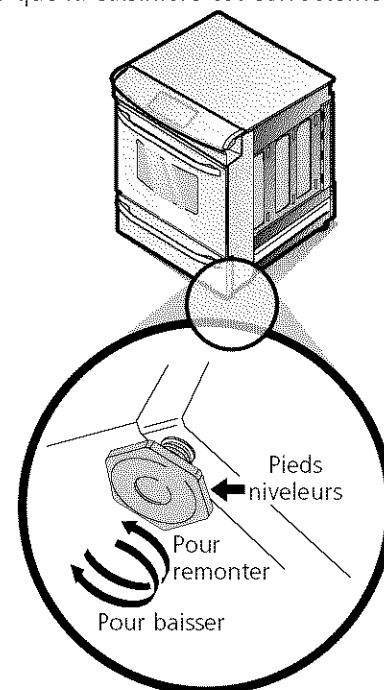

Figure 12
2. Déposez un niveau à bulle sur la grille. Prenez 2 lectures en plaçant le niveau en diagonale dans une direction, puis dans l'autre direction. Si nécessaire, ajustez les 4 vis de nivellement à l'aide d'une clé pour niveler l'appareil (reportez-vous à la figure 12).
4. Mettez la cuisinière à niveau au besoin, en l'ajustant avec les 4 pieds niveleurs à l'aide d'une clé à molette (voir Figure 12 ci-dessous). Un dégagement minimum de 1/8" (0.3 cm) est requis entre le bas de la cuisinière et les pieds niveleurs arrière pour disposer de suffisamment d'espace pour installer les supports anti-basculer.